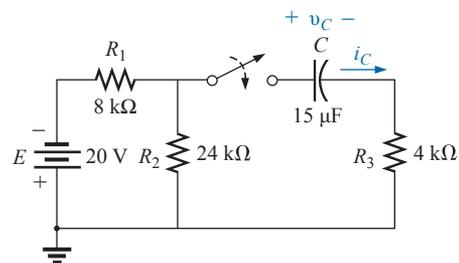

Figura 10.109 Problema 38.
38. Para o circuito na Figura 10.109: